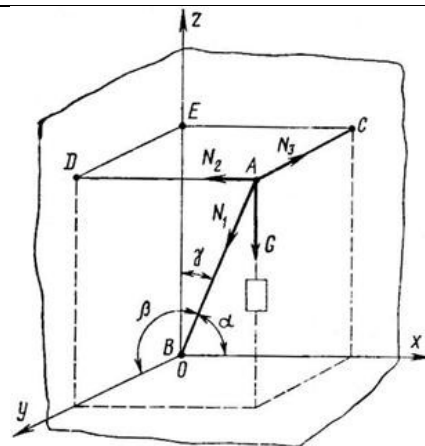

Рисунок 14
5. Найти усилия в стержне АВ (рис. 14) и цепях АС и АD, поддерживающих груз  $G = 10$  кН, если  $\alpha = 60^\circ$ ,  $\beta = 30^\circ$ ,  $\gamma = 45^\circ$ . ACED – прямоугольник, лежащий в горизонтальной плоскости. Крепление в точке В шарнирное.